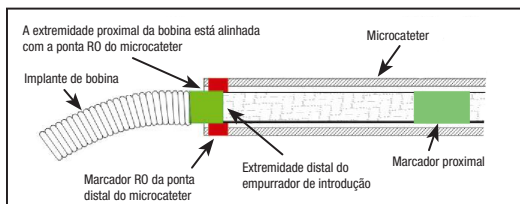

Figura 4 – Posição das faixas de marcação para separação
28. Avance a bobina para o local pretendido até que o marcador radiopaco no empurrador de introdução esteja alinhado ou ligeiramente distal do marcador RO da ponta distal do microcateret, posicionando a zona de separação imediatamente fora da ponta do microcateret. Veja a Figura 4.